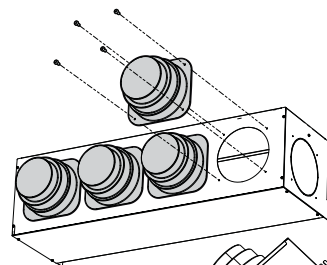

Abb. 1
- Die Flanschen auf den Plenum PM\_V mit den gelieferten selbstschneidenden Schrauben (Abb. 1) befestigen.